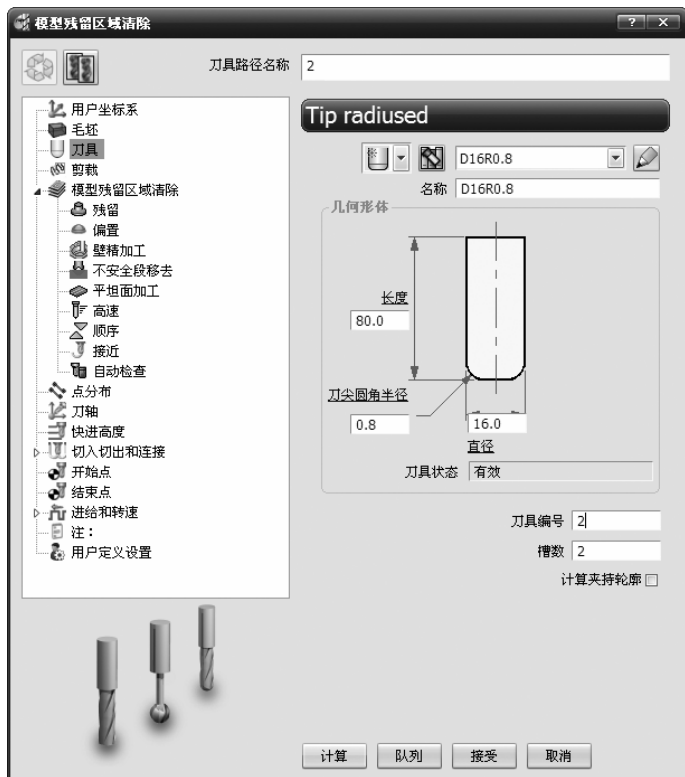

图 2-81 “模型残留区域清除”对话框
3) 单击主工具栏上的“刀具路径策略”按钮, 弹出“策略选取器”对话框，单击“三维区域清除”选项卡，选中“模型轮廓”选项，单击“接受”按钮，弹出“模型残留区域清除”对话框，如图 2-81 所示。